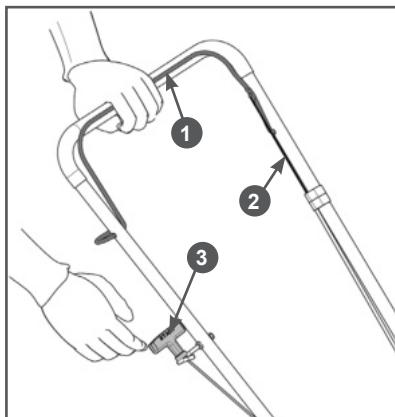

Рис. 10 Запуск двигателя
Перед запуском двигателя, несколько раз задействуйте рычаг 1 остановки двигателя (Рис. 10). Убедитесь, что трос 2 оста-
новки двигателя движется свободно, и что рычаг 1 остановки двигателя работает должным образом (Рис. 10).
3. Нажмите и удерживайте рычаг 1 остановки двигателя левой рукой (Рис. 10).
- Правой рукой возьмитесь за ручку З стартера и медленно проверните коленчатый вал двигателя ручным стартером до тех пор, пока не почувствуете сопротивление, затем медленно опустите ручку стартера вниз (Рис. 10). Снова медленно потяните за ручку стартера, пока не почувствуете, что стартер вошел в зацепление с маховиком, после чего, резко и с усилием потяните за ручку стартера и запустите двигатель. При необходимости повторите. После запуска двигателя медленно и плавно верните ручку стартера на место.
При возникновении аварийной ситуации, для экстренной остановки двигателя отпустите рычаг 1 остановки двигателя (Рис. 10).
- Отпустите рычаг 1 остановки двигателя (Рис. 10).